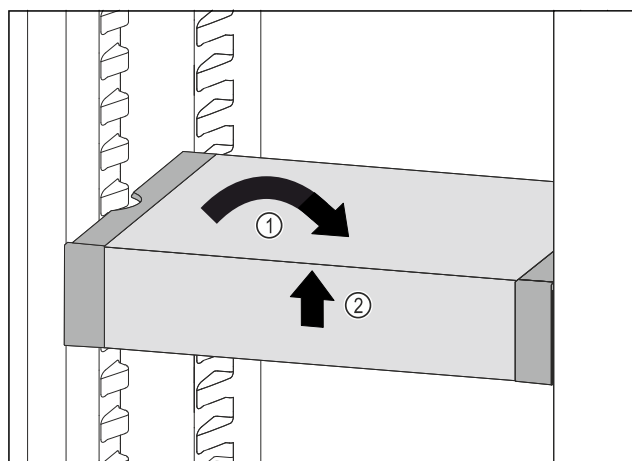

Fig. 115
- ▶ VarioSafe postavte rovně. Fig. 115 (1)
- ▶ VarioSafe vpředu zvedněte. Fig. 115 (2)